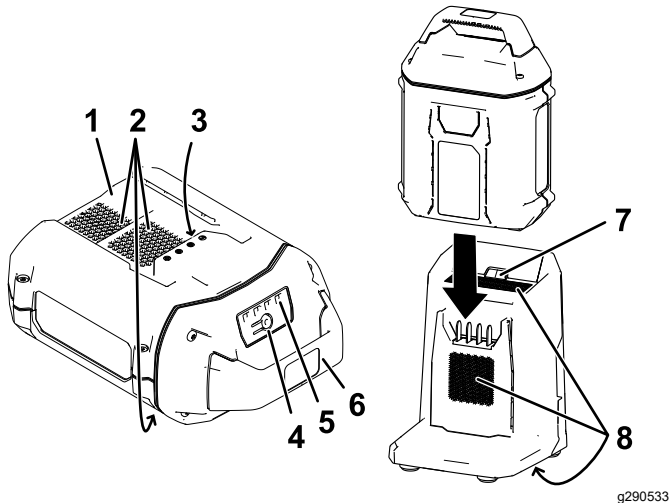

Рисунок 26
2. Вставте зарядний пристрій у роз'єм акумуляторної батареї (Рисунок 26).
3. Вставте акумуляторну батарею в зарядний пристрій до упору (Рисунок 26).